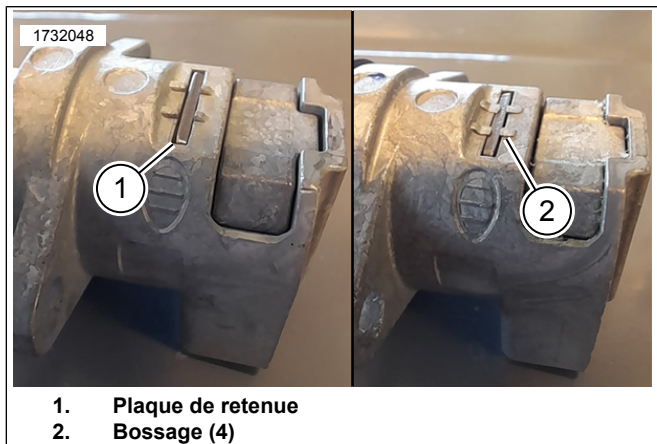

Figure 4. Plaque de retenue
- a. Voir la figure 4. Veiller à ce que la plaque de retenue (1) soit au ras de la surface du logement du verrou.
- b. À l'aide d'un poinçon et d'un marteau, aplatir les quatre bossages (2) pour maintenir la plaque de retenue en place.